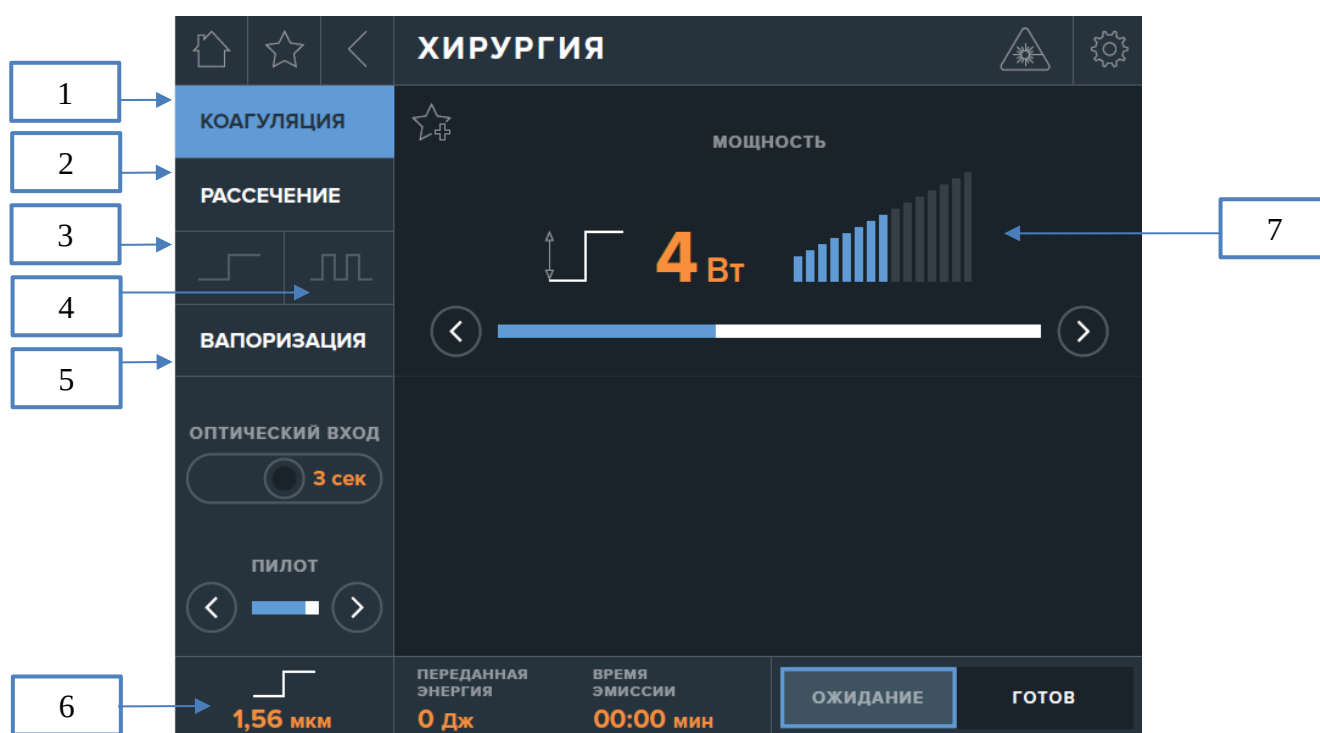

Рис. 26. Экран предустановленного режима КОАГУЛЯЦИЯ для операций «ХИРУРГИЯ».
В предустановленном режиме РАССЕЧЕНИЕ (2) для воздействия используется лазерное излучение с длиной волны 0,97 мкм в непрерывном (3) или импульсно-периодическом (4) режимах (рис. 26).